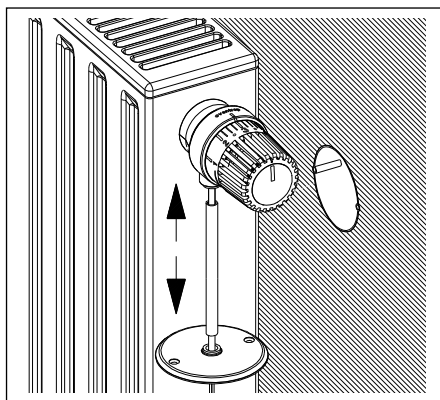

Bild 2
5. Das Kabel durch den Schuttschlauch ziehen und den Schuttschlauch in die Steckverbinder am Thermostat und Deckel bis zum Anschlag einstecken (Bild 2).
5. Trek de kabel door de beschermsslant en steek de beschermsslant in de steekverbinders van de thermostaat en deksel tot aan de aanslag (Afb. 2).